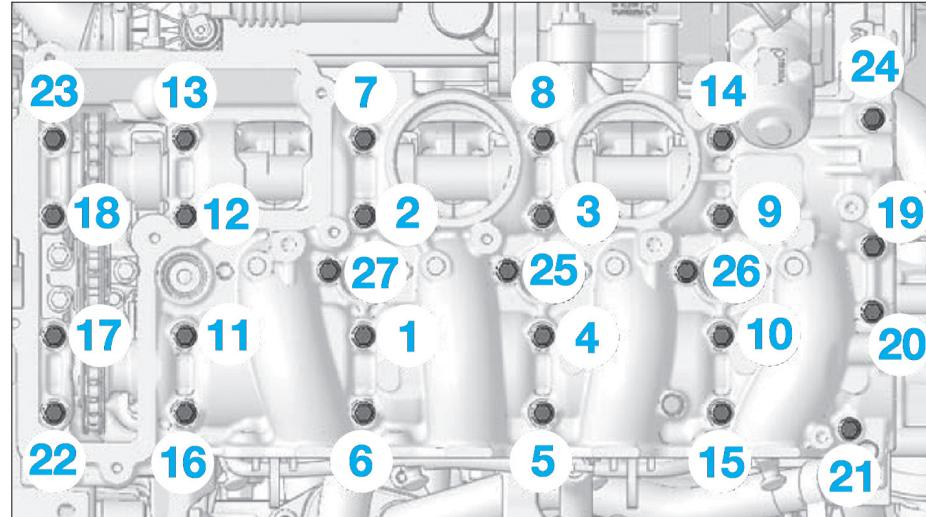

Fig. 71
- le carter chapeau de paliers d'arbres à cames (12),
- les vis (11), sans les serrer,
- le tendeur de chaîne (17),
- les vis (14) et (15), sans les serrer.
- Serrer les vis (11) du carter paliers d'arbres à cames dans l'ordre et aux couples de serrage prescrits (Fig.71).